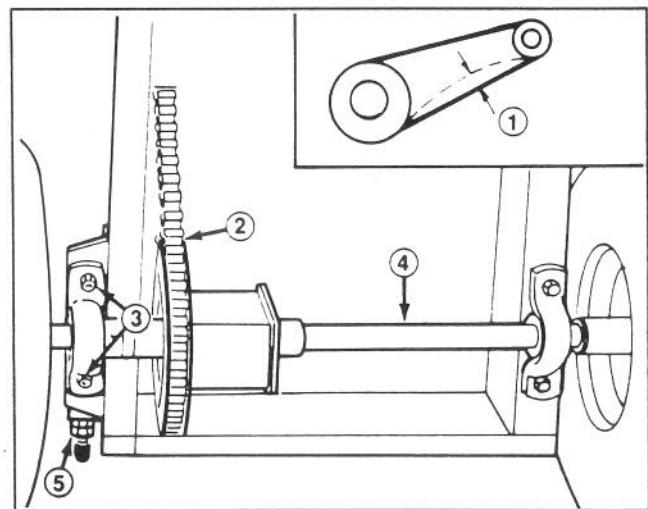

Fig. 20
7. Allentate i quattro dadi flangiati che fissano i supporti diritti con l'assale del differenziale al telaio del trattore (Fig. 20).
8. Allentate il controdado posteriore del tendicatena (Fig. 20).
**11.** Poiché l'assale differenziale deve essere parallelo alla parte posteriore dello chassis, misurate la distanza dal centro dei supporti diritti alla parte posteriore dello chassis (Fig. 20). La differenza tra i due valori non deve superare i 3 mm; se è superiore, l'assale differenziale non è parallelo allo chassis, e dovrete regolarlo.